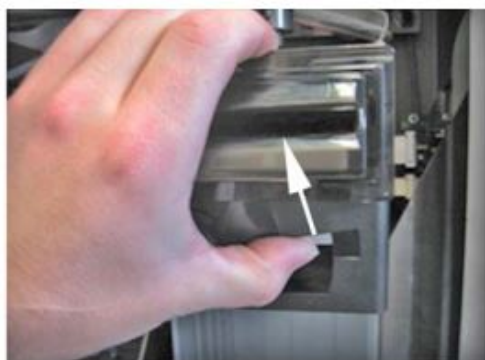

Bild 72
- Betätigen Sie den silbernen Riegel neben dem optionalen Schloss und halten Sie diesen betätigt (siehe, Bild 72).